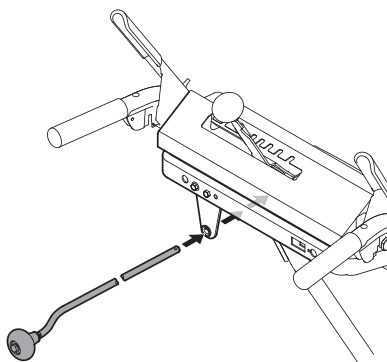

Figure 2-16
4. Guidez la tige commande de la goulotte à travers le support situé sur l'arrière du tableau de bord. Voir Figure 2-16.